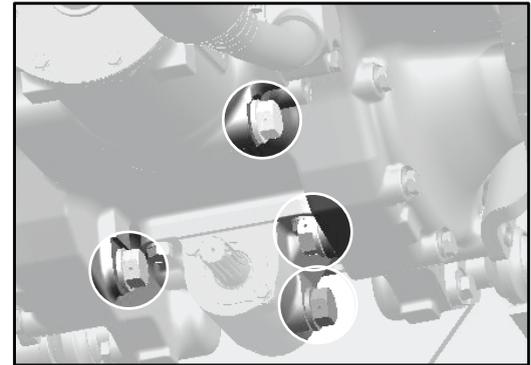

Abb. 5.13a
2. Ziehen Sie alle Stopfen heraus (siehe Abb. 5.13a), um das Ablassen des Öls zu erleichtern.